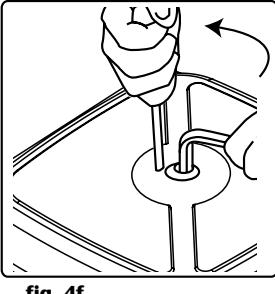

fig. 4f
7. Neuen Schlauch mit der Trommel verbinden und durch die Halterungen führen (Bild 4f und 5f). Den Schlauchstopper im gewünschten Abstand zum Schlauchende montieren.